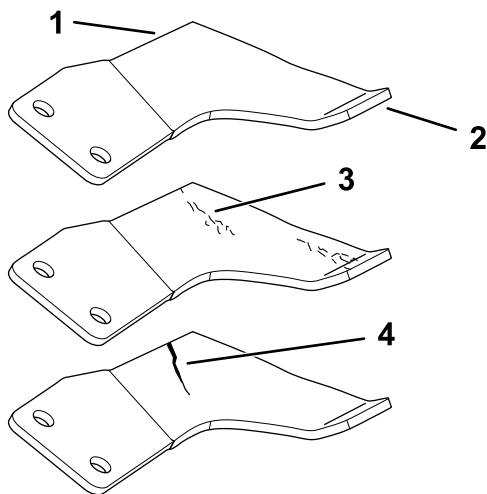

図 103
1. 刃先の部分を点検する 図 103。
4. ひび、磨耗、割れの発生などがあれば、直ちに新しいブレードに交換する 図 103。